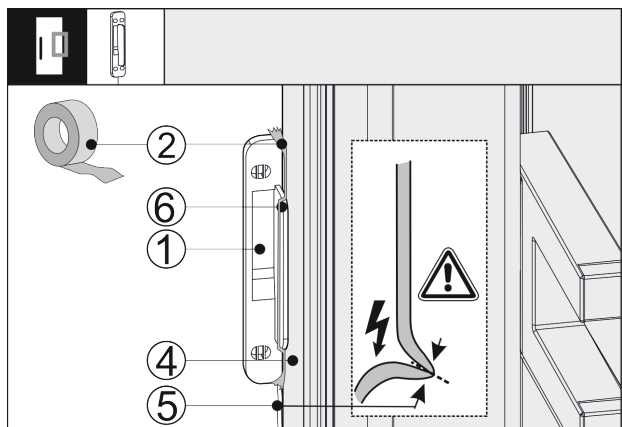

Fig. 42
- Pange koputussensor Fig. 42 (1) seadmeukse Fig. 42 (4) küljel kohale nii, et piiraja toetub Fig. 42 (6) vastu seadmeust Fig. 42 (4). Sensori kaabel Fig. 42 (5) on kergelt pingutatud ja toetub ka vastu seadmeust Fig. 42 (4).
- Fikseerige koputussensor Fig. 42 (1) kleeplindriga Fig. 42 (2). Koputussensor kruvitakse hiljem mööblifrondi külge.